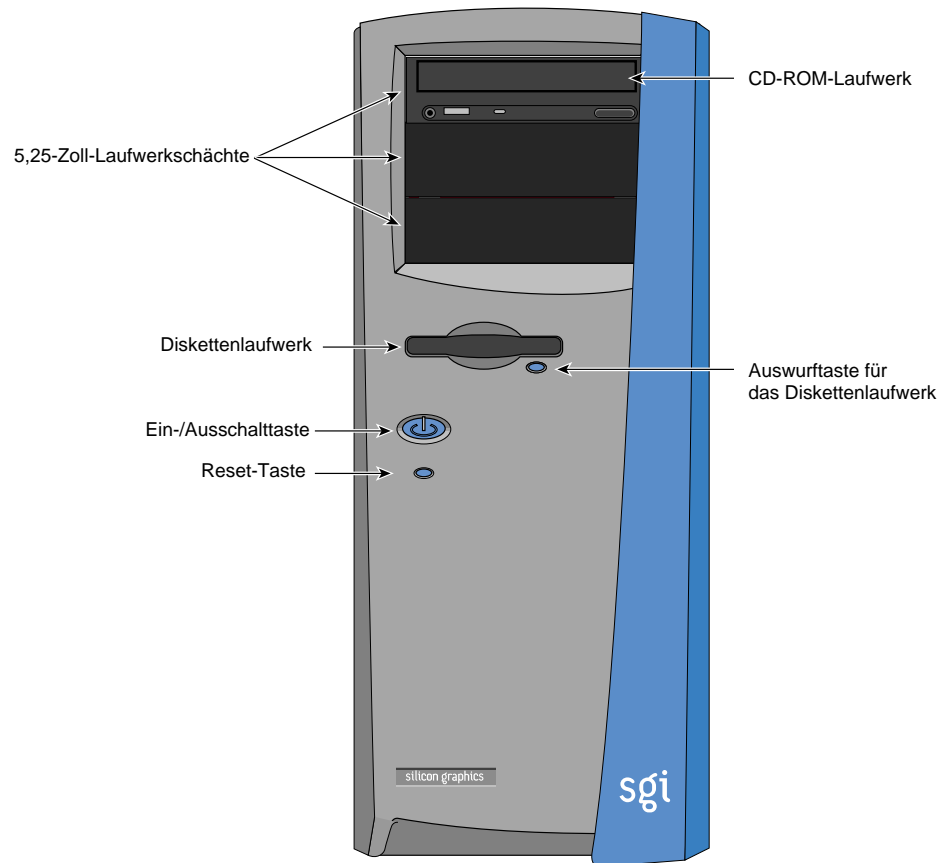

Abbildung 1-1 Frontblende
Wie in Abbildung 1-1 zu sehen ist, sind das Diskettenlaufwerk und bis zu drei 5,25-Zoll-Geräte von der Vorderseite aus zugänglich. Der obere 5,25-Zoll-Laufwerkschacht ist mit einem CD-ROM-Laufwerk belegt. Die Ein-/Ausschalttaste, die Reset-Taste und die Auswurf-taste des Diskettenlaufwerks befinden sich ebenfalls an der Frontblende.
8. Zum Einschalten des Systems drücken Sie die Ein-/Ausschalttaste an der Vorderseite (siehe Abbildung 1-1).